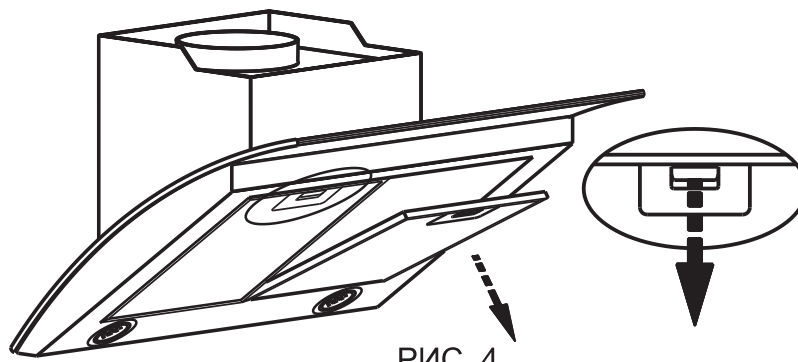

РИС. 4
- перед установкой зонта снимите алюминиевые фильтры, для этого нажмите на пружинный замок фильтра и потяните его вниз и на себя (рис. 4);
- снимите фильтр (рис.4), отверните винты-барашки;
8.3 Для очистки алюминиевого фильтра извлеките его из зонта (рис. 4) и произведите его очистку с помощью щетки горячим водным раствором нейтрального моющего средства вручную или в посудомоечной машине (при 60°C).